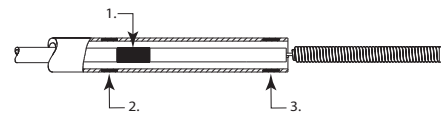

Figura 2
- Continue a avançar a espiral destacável Axiom™ Prime até o marcador de alinhamento da espiral do introdutor do implante estar em posição imediatamente distal ao marcador proximal do microcateter (consulte a Figura 2).